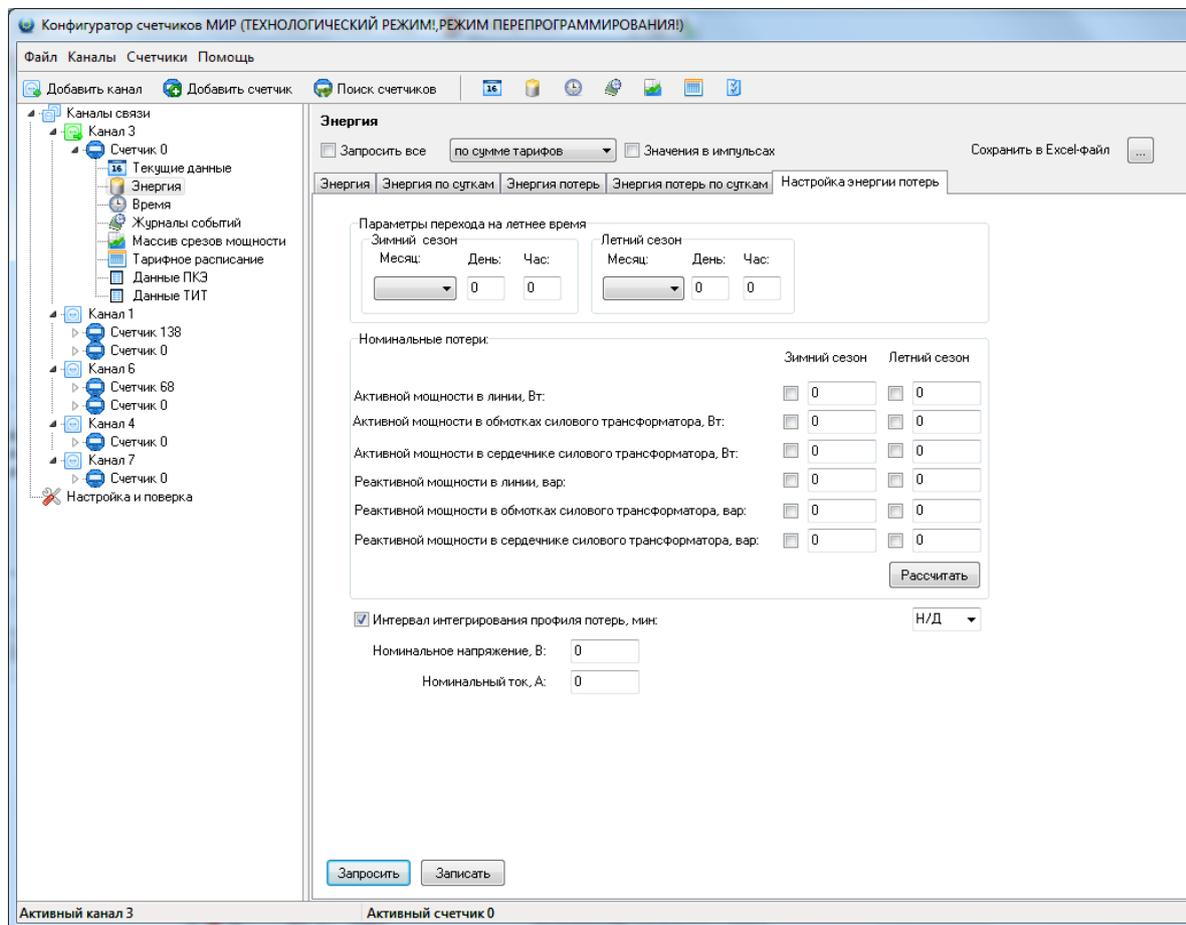

Рисунок 3.38
3.3.10.4 Вкладка *Настройка энергии потерь* панели *Энергия* (рисунок 3.38) предназначена для запроса и сохранения параметров потерь мощности. Описания основных параметров приведены в таблице 3.11.